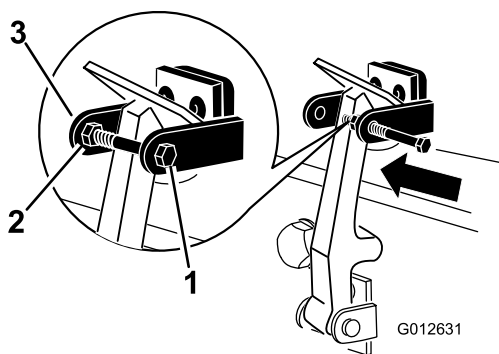

Figura 8
8. Enrosque el perno en el otro brazo del cierre de seguridad del capó para bloquear la posición del cierre (Figura 8).